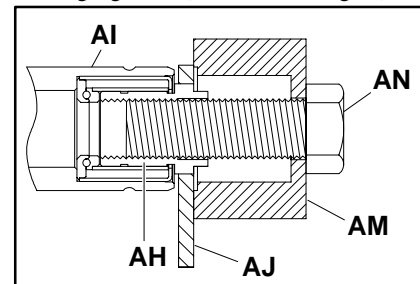

Abbildung 16
Setzen Sie das Spezialwerkzeug zum Entfernen von Lagern und Hülsen (AM in Abbildung 16), Teilenummer ☆25-09, an der Befestigungshülse (AH in Abbildung 16) an.
Schieben Sie den mit einem speziellen Gewinde versehenen Bolzen (AN in Abbildung 16), Teilenummer ☆906-278, durch das Spezialwerkzeug zum Entfernen von Lagern und Hülsen (AM) und in die Befestigungshülse (AH).